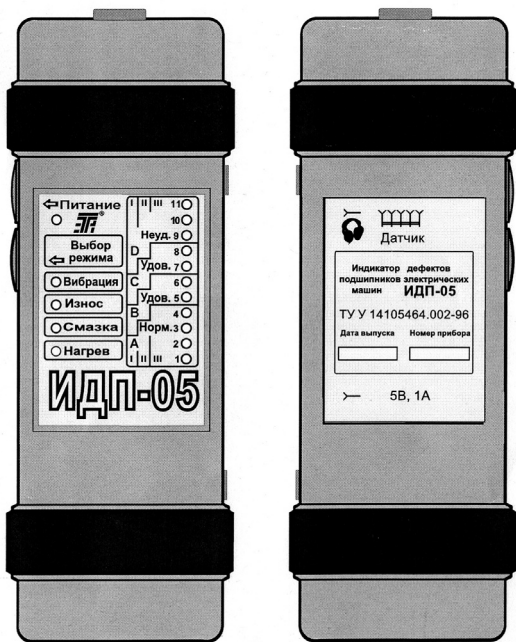

Рис. 4.1
4.1 Конструкция индикатора (рис. 4.1, 4.2)
2) присоединить блок питания к индикатору (см. рис. 4.1);
7.1.1 Подключить к индикатору датчик вибрации (см. рис. 4.1, 4.2).
7.4.1 Подключить к индикатору датчик температуры (см. рис. 4.1, 4.2). При этом должен засветиться светодиод **«НАГРЕВ»**.